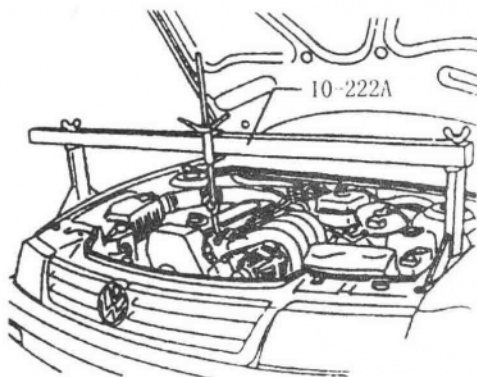

图 1-11 安装支承工具 10-222A
- (28) 取下销钉 3204。
(29) 松开动力转向油泵 V 形带轮的螺栓, 拆下 V 形带轮。
(30) 从支架上拆下动力转向油泵, 并将其固定在发动机舱内的一侧。
(31) 旋下排气歧管和前排气管的连接螺栓。
(32) 拔下起动机电线, 并从变速器壳体上拆下起动机。
(33) 松开车身上的搭铁线。
(34) 旋下所有发动机与车身的连接螺栓。
(35) 使用变速器托架托住变速器的底部，或者将支承工具 10-222A 固定在车身两侧（图 1-11），使用变速器吊装工具 3147 吊住变速器。